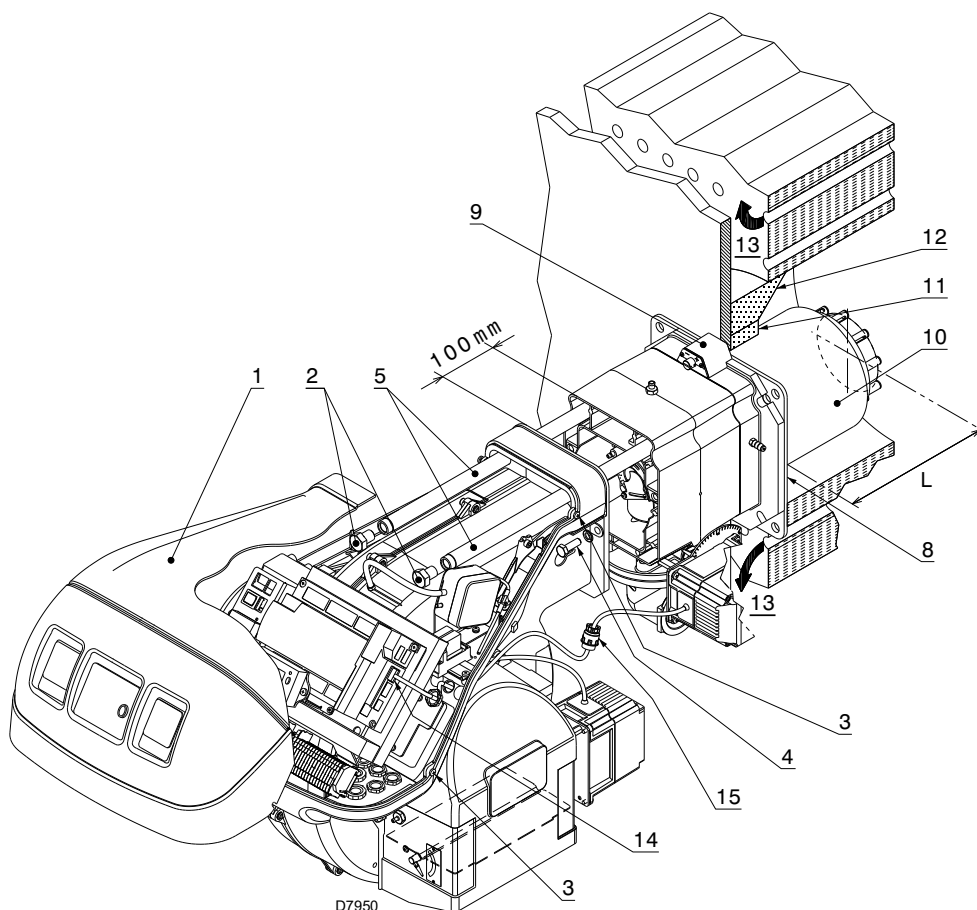

Рис. 17
В котлах с передним оборотом дымовых газов 13)(Рис. 17) или в двухходовых котлах защитите огнеупорным материалом 11) зону между огнеупорной частью котла 12) и жаровой трубой 10).
Отсоедините головку горения от остальной части горелки, как на Рис. 17; выполните следующее:
- Снова установите горелку на направляющие 3) примерно на 100 мм от муфты 4) - положение горелки указано на Рис. 17.
- подсоедините штекер сервопривода 14) (Рис. 17) и закрутите кабельный ввод 15);